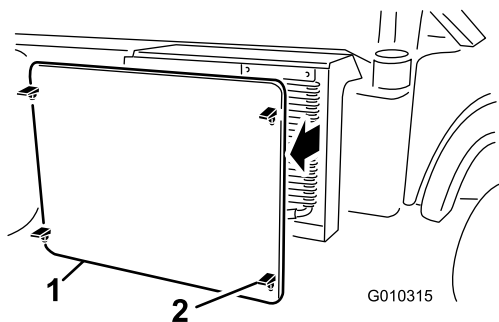

図 60
2. ラジエータスクリーンのラッチを外して、ラジエーター前面から外す 図 60。